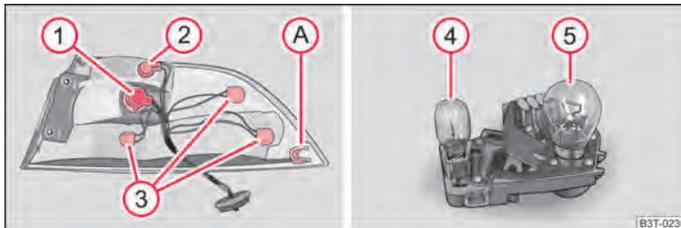

Abb. 208 Äußerer Teil der Heckleuchteneinheit: Lampen / innerer Teil der Heckleuchteneinheit: Lampen
- Zum Wiedereinbau führen Sie zuerst die Heckleuchteneinheit mit der Aufnahme A ⇒ Abb. 208 nach vorn auf einen Bolzen an der Karosserie.
- Zum Wechseln einer Lampe des Rückfahrscheinwerfers ④ → Abb. 208 ziehen Sie die defekte Lampe aus der Fassung heraus und setzen Sie eine neue ein.
- Zum Wechseln der Lampe der Nebelschlussleuchte ⑤ → Abb. 208 drehen Sie die defekte Lampe bis zum Anschlag nach links und nehmen Sie diese heraus.
Einbau der Lampen in der äußeren Heckleuchteneinheit → Abb. 208 - links.
- ① - Blinklicht
- ② - Standlicht / Bremslicht
- ③ - Standlicht
■ Einbau der Lampen in der inneren Heckleuchteneinheit → Abb. 208 rechts.
- ④ - Rückfahrscheinwerfer
- ⑤ - Nebelschlussleuchte